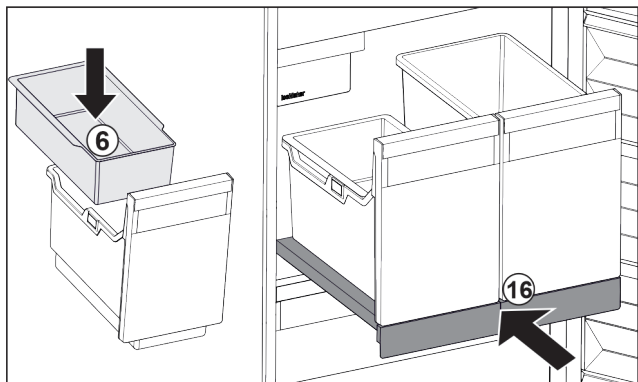

Fig. 25
- ▶ Włożyć półkę zawieszaną Fig. 25 (6) na kostki lodu.
- ▶ Wsunąć wysuwaną półkę z pojemnikiem (IceTower). Fig. 25 (16)